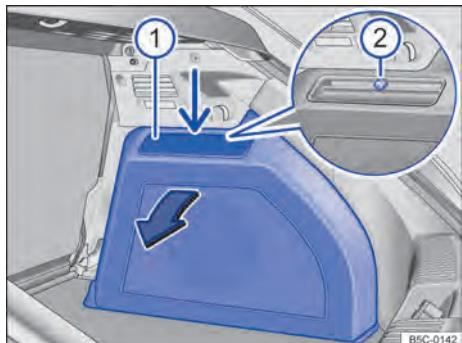

Fig. 192 No compartimento de bagagem à direita: desinstalar o subwoofer.
3. Alavancar para fora a capa da cobertura ⇒ **Fig. 192 ①** com um objeto plano adequado do travamento superior (seta fina). Em seguida retirar a capa da cobertura.
4. Desaparafusar o parafuso **②** (lupa) e retirar o subwoofer no sentido da seta.
7. Aparafusar o parafuso **②** (lupa) novamente.
8. Introduzir a capa da cobertura na área inferior e pressionar nos encaixes superiores **①**.